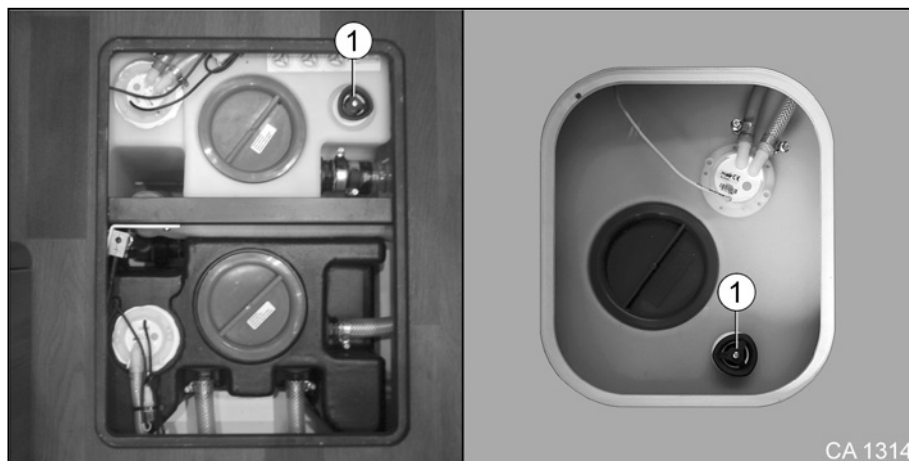

Fig. 144 Vidanger le réservoir d'eau fraîche
2. Ouvrir le robinet de vidange du réservoir d'eau fraîche (Fig. 144/1). L'eau résiduelle s'écoule vers le bas.
4. Fermer le robinet de vidange du réservoir d'eau fraîche (Fig. 144/1).